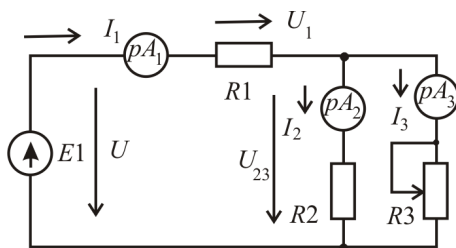

Рис. 2.3.
Последовательно-параллельная электрическая цепь, приведенная на рис. 2.3, является комбинацией участков, соединенных последовательно и параллельно. К отдельным участкам такой цепи применимы соотношения между напряжениями, токами и сопротивлениями, имеющими место в последовательной и параллельной цепях.
Ток в каждой из параллельных ветвей может быть найден по формуле разброса токов в параллельных ветвях, например, для схемы рис. 2.3:
3. Для схемы на рис. 2.3 запишите формулы зависимостей  $I_1 = f(R_3)$ ,  $I_2 = f(R_3)$ ,  $I_3 = f(R_3)$ ,  $P_3 = f(R_3)$ . Постройте по этим формулам графики.
3. Соберите электрическую цепь по схеме на рис. 2.3.